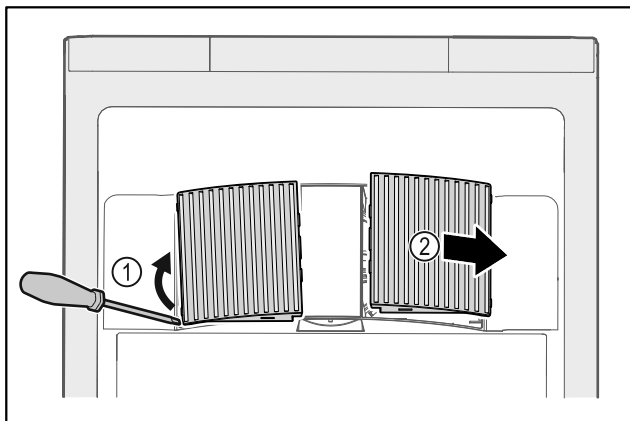

Fig. 154
- ▶ Lirk ut ventilatordekslene fra siden Fig. 154 (1), og ta dem ut forover Fig. 154 (2).